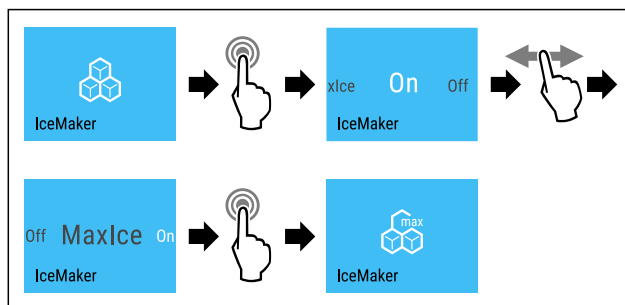

Fig. 21
► Følg anvisningene (se Fig. 21) .